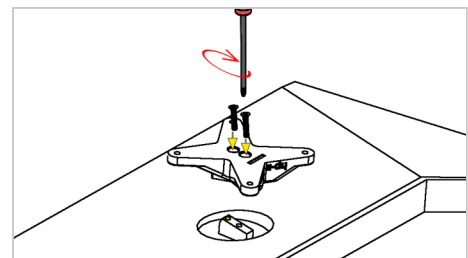

Figura 3
**¡Importante!** Tenga en cuenta la alineación correcta (arriba y abajo) del adaptador VESA. La línea recta del adaptador VESA, que se encuentra debajo de los orificios de los tornillos, debe apuntar hacia el suelo / parte inferior. (Figura 3)